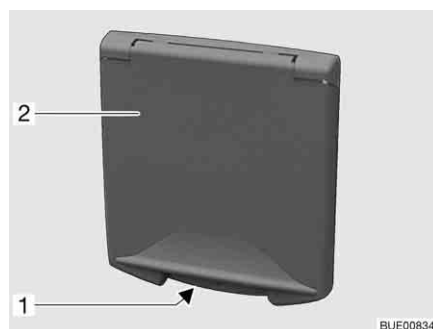

Fig. 38 Sportello per collegamento a 230 V
- Afferrare l'impugnatura concava (Fig. 38,1) dello sportello esterno (Fig. 38,2) e ruotare lo sportello esterno verso l'alto.